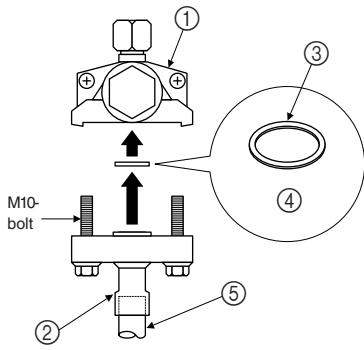

Fig. 5-2
- (3) Brug følgende procedure ved tilslutning af gassiderørledningen. (Fig. 5-2)